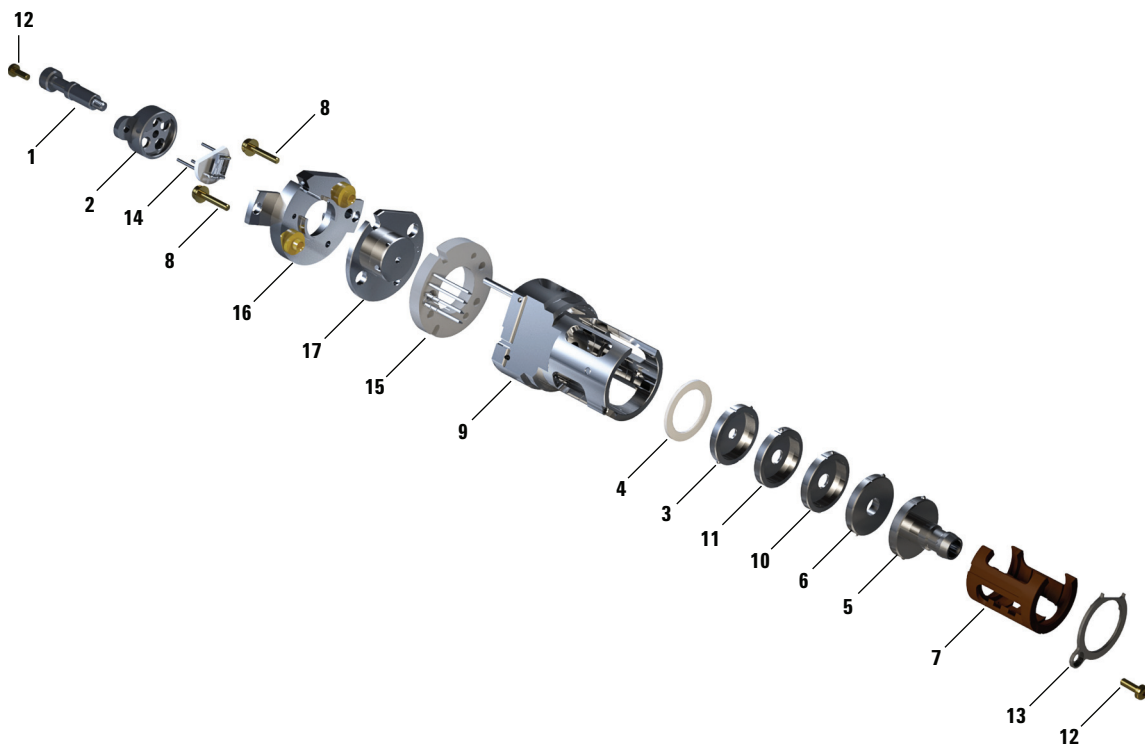

Figure 64. Montage de la source EI HES 2.0
Se reporter à la vue éclatée des pièces et à la liste des pièces de la source EI HES 2.0 lors de l'exécution de cette procédure. (Voir **Figure 64** page 220 et **Tableau 21** page 220.)
- 3 Insérer l'ensemble lentilles revêtu dans l'isolant de la source. (Voir Figure 64 page 220.) Les numéros gravés font face à l'ouverture s'étendant vers l'extrémité de la source. Vérifier si la céramique est bien située à l'extrémité de la source.
- 9 Fileter l'embout de préhension dans le bloc filament. (Voir Figure 64 et Tableau 21 page 220.)
Tableau 21 Liste des pièces de la source EI HES 2.0 (Figure 64)
Tableau 21 Liste des pièces de la source EI HES 2.0 (Figure 64) (suite)